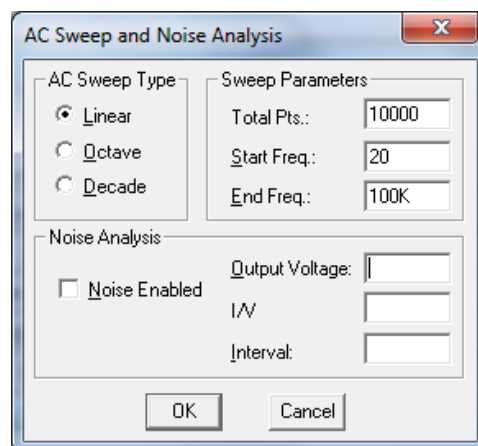

Рис. 14.4. Вікно **AC Sweep and Noise Analysis**
5) Підготуйте запуск аналізу AC Sweep, встановивши прапорець поряд з кнопкою **AC Sweep...**, і настройте параметри у вікні **Analysis Setup** згідно із зразком на рис. 3.3. Потім натисніть кнопку **AC Sweep...** Відкриється вікно **AC Sweep and Noise Analysis** (Аналіз кола змінного струму і шумів), за допомогою якого задаються установки для конкретного аналізу AC Sweep (див. рис. 14.4).